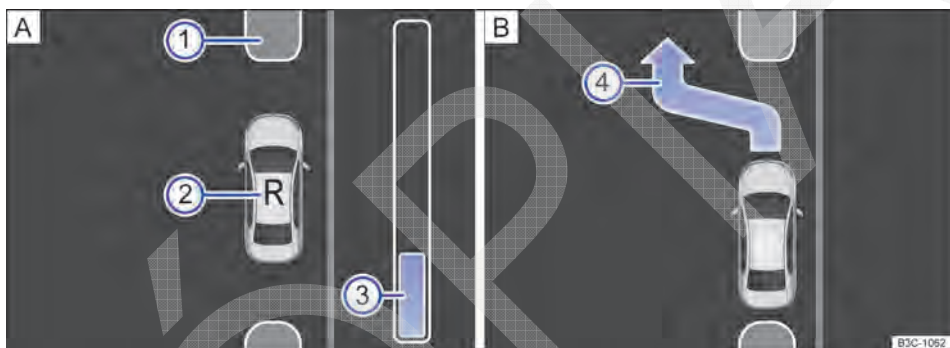

Fig. 169 No display do instrumento combinado: sair da vaga de estacionamento ao longo da pista. A: manobrar, B: sair da vaga de estacionamento.
Legenda para Fig. 169:
6.	Conduzir em marcha à ré até o sinal de alerta contínuo do Park Pilot, OU: até que apareça a solicitação para conduzir para frente no display do instrumento combinado. A barra de evolução ⇒ Fig. 169  A serve como exibição da distancia a ser percorrida ⇒ Página 243.